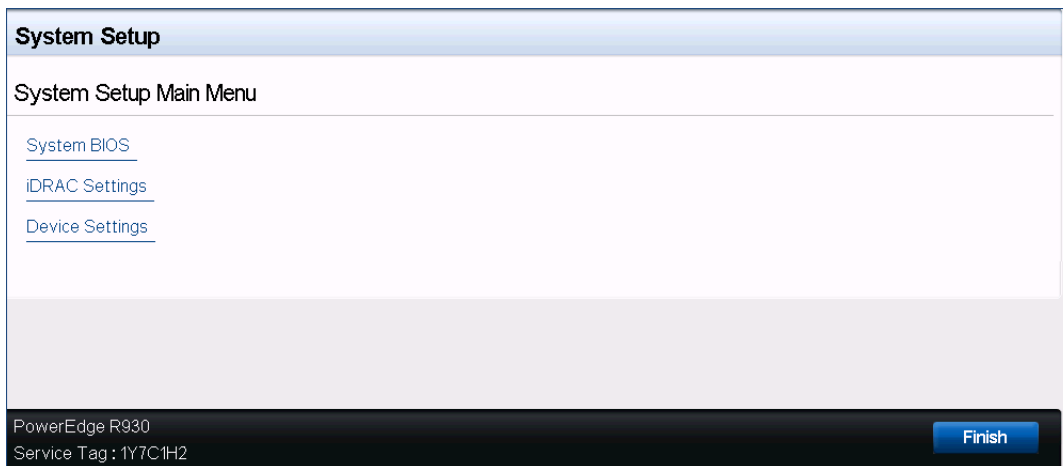

Figure 5-1. Configuration du système
2. Dans la fenêtre de configuration du système (Figure 5-1), sélectionnez **Device Settings** (Paramètres de périphérique), puis appuyez sur ENTRÉE.